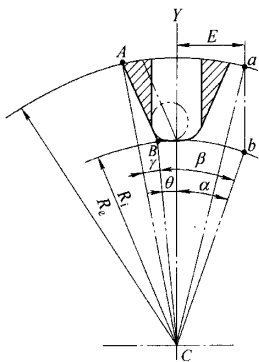

图 4
(3) 直边的铣削加工 如图4所示, 阴影部分为需要加工掉的部分, AB 为需要加工铣制的轮齿直边的延长线。 A 点是链轮齿顶圆和需要加工铣制轮齿直边的交点。 B 点是链轮齿根圆和需要加工铣制轮齿直边延长线的交点。 C 点是链轮齿顶圆和齿根圆的圆心。 CY 是链轮需要加工铣制轮齿两直边通过齿顶圆和齿根圆圆心的对称中心线。 ab 是工件旋转 $\alpha + \theta$ 后 AB 的落点位置, 此时 (需保证) $ab \parallel CY$ 。 $\alpha + \theta$ 是工件 (工作台) 旋转的角度。 θ 是 CY 与 CB 的夹角。 γ 是 $\angle BCA$ 。 E 是两直线 CY 与 ab 之间距。
由图4知: 在 a 点横坐标